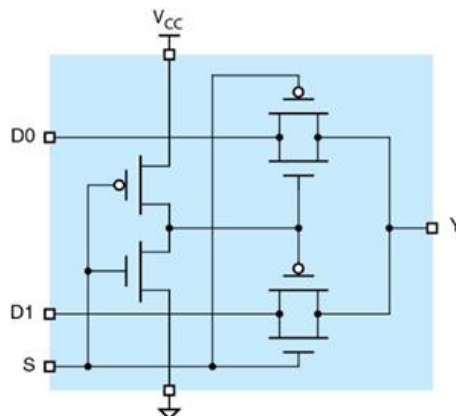

图 1.17 用传输门实现 2 路选择器的原理图
④ 保存该电路设计文件。
4) 利用传输门实现 2 路选择器，如图 1.17 所示。在 Logisim 中添加子电路：2-1MUX。
实现图 1.17 中 2 路选择器的部件包括 1 对 CMOS 晶体管、2 个传输门、2 个输入引脚、1 个输出引脚、1 个电源、1 个地线。